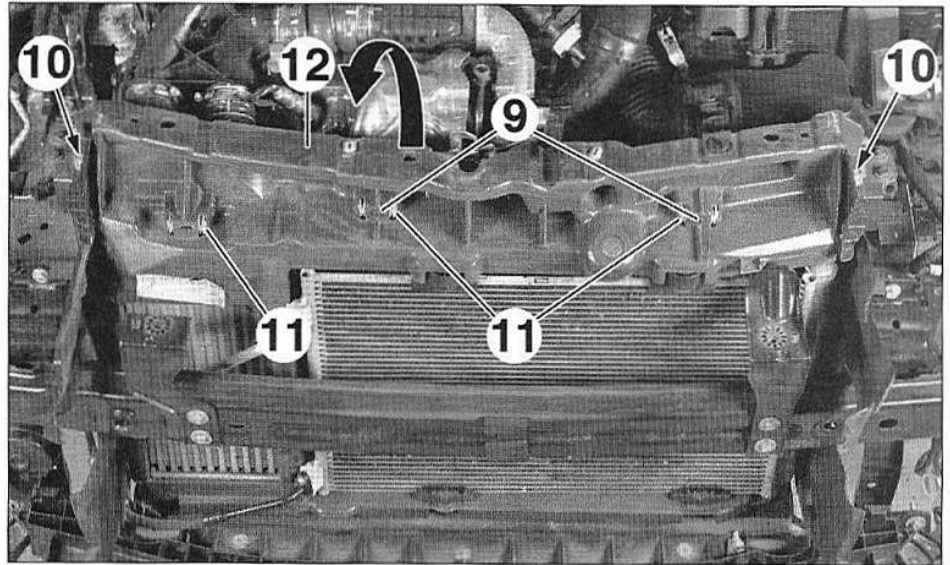

FIG.28
- Déposer les vis (9) et (10) (Fig.28).
- A l'aide d'une pince multiprise, dégrafer les fixations (11).
- Soulever et écarter vers l'avant la façade avant (12).